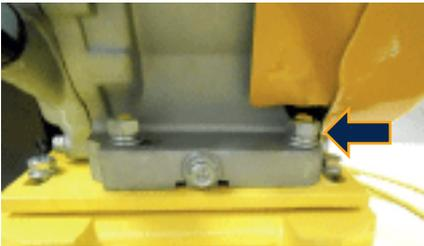
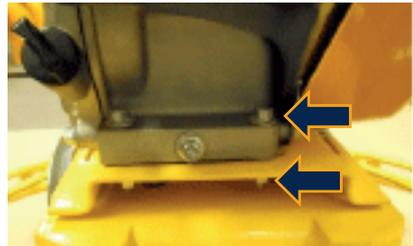

Fig. 10
Fig. 11
5.5. Fixar o motor na base e apertar as porcas, nos motores de 9HP (Fig. 10) e apertar os parafusos com as porcas, nos motores de 5.5HP (Fig. 11):